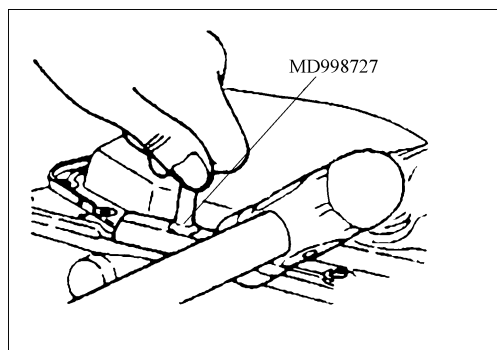

图 2-87 拆卸油底壳
1) 油底壳的拆卸。拆卸所有的油底壳螺栓。如图 2-87 所示, 用专用工具。